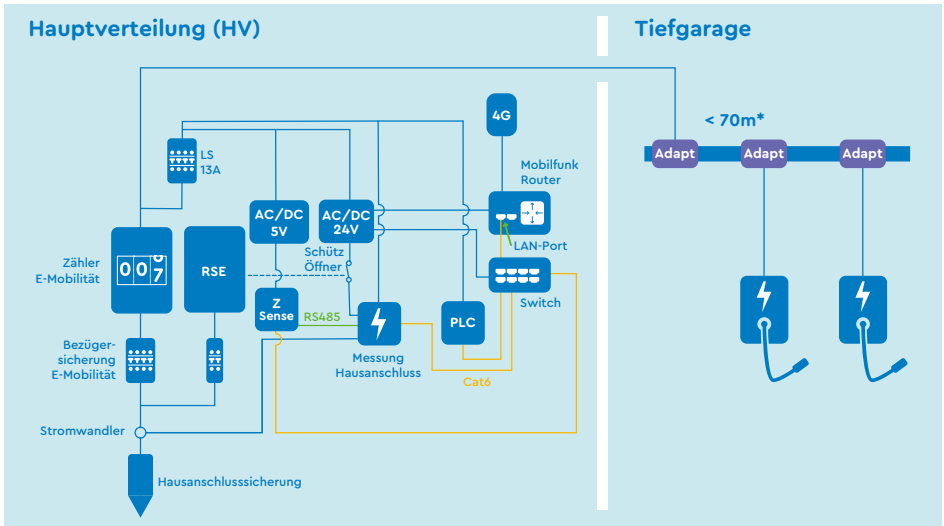

Abbildung 14: Prinzipschema Anbindung mit Mobilfunk
Abbildung 14 zeigt eine readyhome+ Installation, in welcher der Mobilfunkrouter in der Hauptverteilung installiert ist.
**In der Hauptverteilung installierte PLC-Router müssen sich im gleichen Stromkreis wie das Flachbandkabel der readyhome+ Installation befinden (siehe Abbildung 14).**